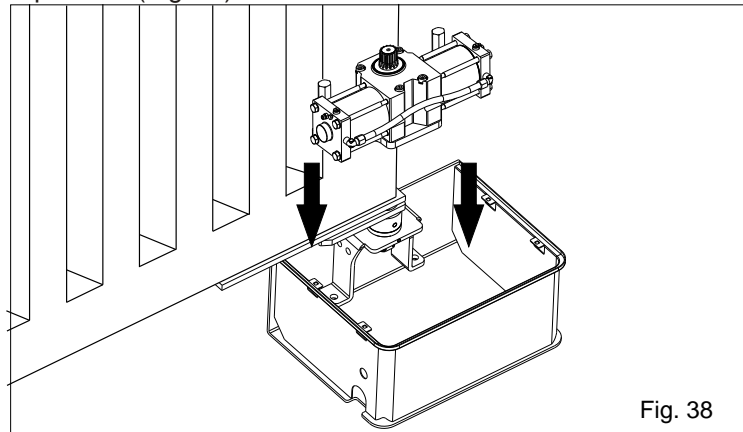
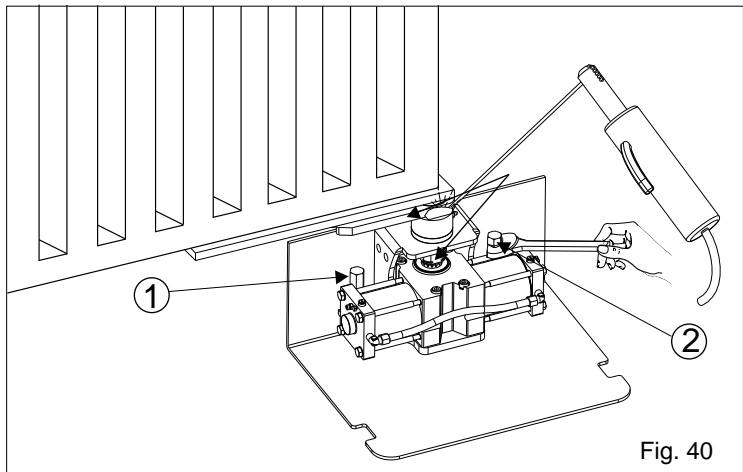

Fig. 38
Fig. 40
12.1. Introducir manualmente el operador en la caja portante (Fig. 38) y insertar el árbol acanalado del operador en el casquillo acanalado de la caja fijando el actuador con los tornillos especiales (Fig. 40).